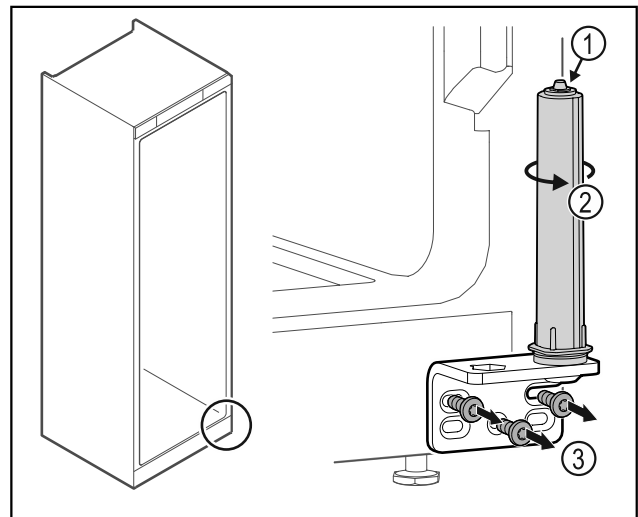

Fig. 50
- Nerozoberajte systém zatvárania dverí Fig. 50 (1).
- Otáčajte systém zatvárania Fig. 50 (2), kým nezacvakne.
- Odskrutkujte uholník závesu Fig. 50 (3).